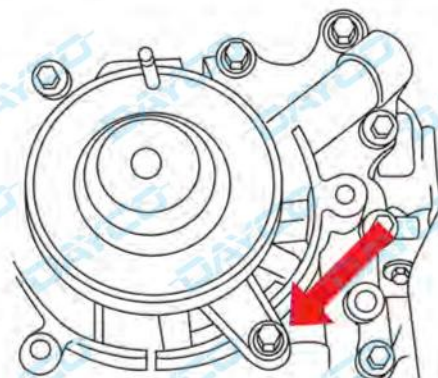

Fig. 3
- Monte la guía de la correa de distribución ( Fig. 3 ).